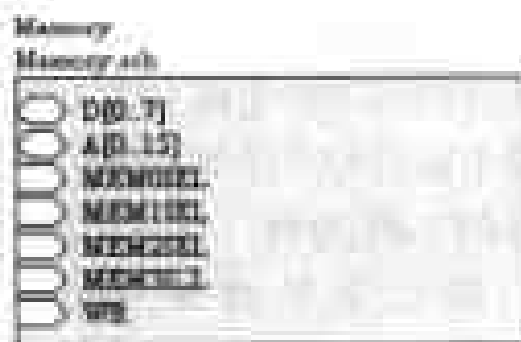

图 2-76 新产生的方块电路
(3) 这时光标处将出现一个方块电路, 在合适的位置单击鼠标左键, 将其定位, 则可自动生成名为 Memory 的方块电路, 如图 2-76 所示。